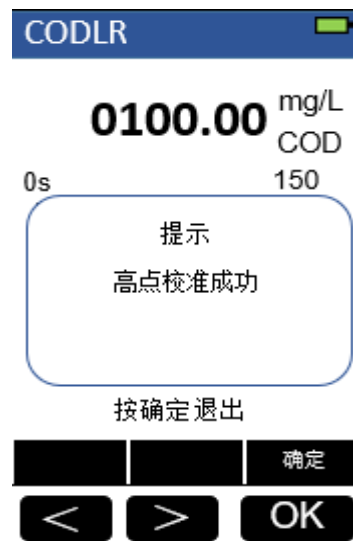

图 16: 高点校准成功
3、根据向左和向上按钮调整输入的高点样品数据，然后按“校准”按钮。请注意：为了获得最佳结果，标准溶液的浓度应小于最大浓度（3.1 支持的比色法列表），且大于量程的一半。例如，要校准 COD，标准溶液浓度应在 75 至 150 ppm 之间。仅当输入浓度值在指定范围内时，才会出现校准成功屏幕，如图 16 所示。按 OK 键返回到所选方法屏幕。